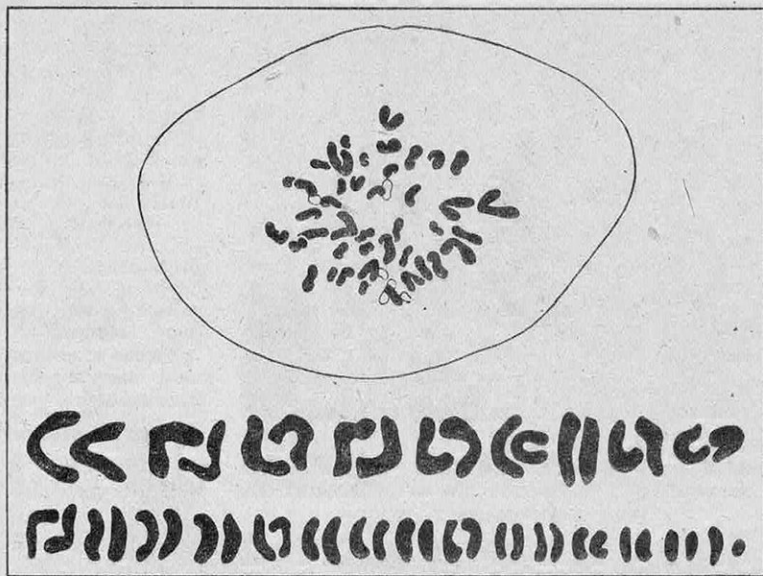

FIG. 7. — LES CHROMOSOMES DE L'HOMME
Il est établi que les « facteurs » héréditaires (c'est-à-dire les particules matérielles dont l'activité physiologique aboutit à la manifestation des caractères héréditaires) sont localisés sur les chromosomes contenus dans chaque cellule (1). Toutes les cellules de tous les individus d'une même espèce contiennent le même nombre de chromosomes, groupés par paires (24 paires chez l'Homme) (fig. 7), à deux réserves près: 1° très généralement, une des paires
(1) Voir: « La génétique, science exacte de la vie » (Science et Vie, n° 221, novembre 1935).